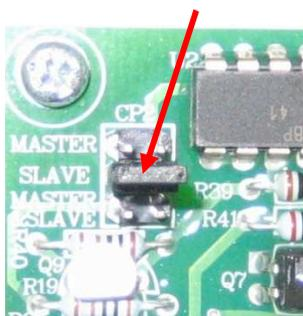

Рис. 4.14.
4.8.10. Перевести выключатель **СЕТЬ 220В** на стенде в положение **ВЫКЛ**, дождаться пока погаснут все световые индикаторы на стенде и тормозном прерывателе, затем установить перемычку **CP2** в положение **SLAVE** (рис. 4.14);